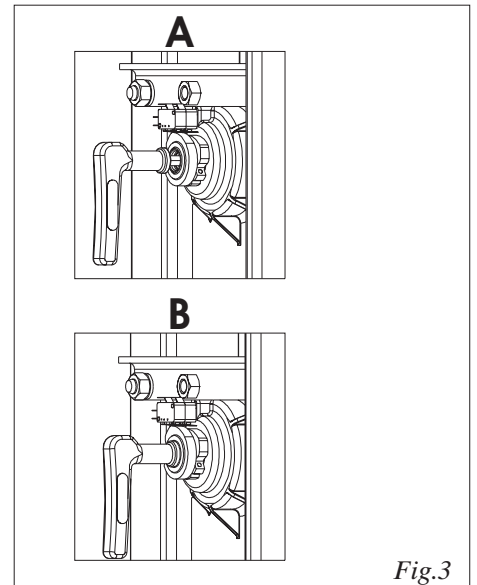

Fig.3
- inserire la chiave speciale che si trova dentro il montante nel foro di sblocco (fig.3 rif.A) e ruotare in senso orario di alcuni giri fino a battuta meccanica.
Attenzione: Sulla chiave di sblocco è presente un bordo circolare che si deve appoggiare all'albero (fig.3 rif.B), una volta raggiunta questa posizione non continuare a ruotare la chiave di sblocco per evitare di compromettere la funzionalità del sistema stesso.